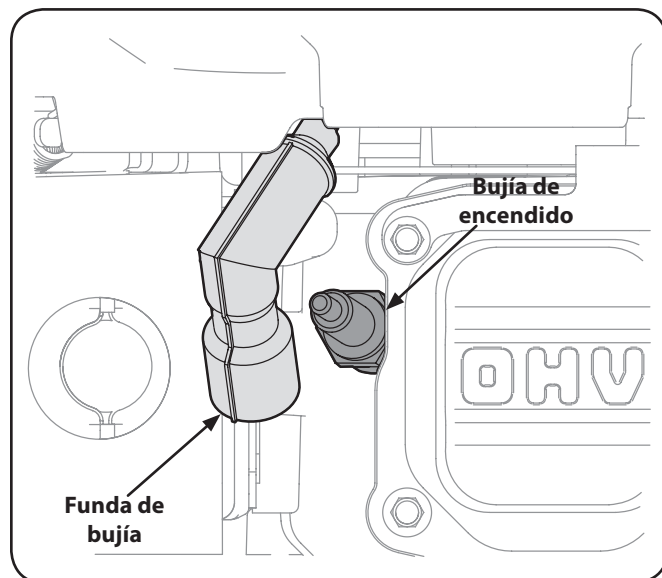

Figura 6-6
1. Retire la funda de bujía y utilice una llave para bujías para extraer la bujía. Vea la Figura 6-6.